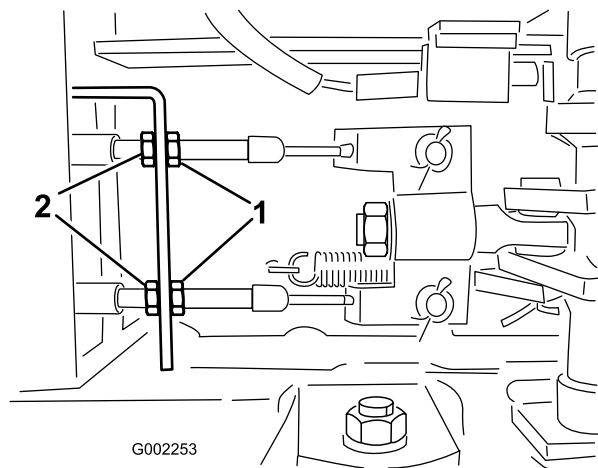

図 57
5. ブレーキケーブルの車両前端側にある前ナットをゆるめる (図 57)。
6. 後ナットを均等に締めて、ブレーキペダルの遊びを10-20 mm に調整する (図 57)。